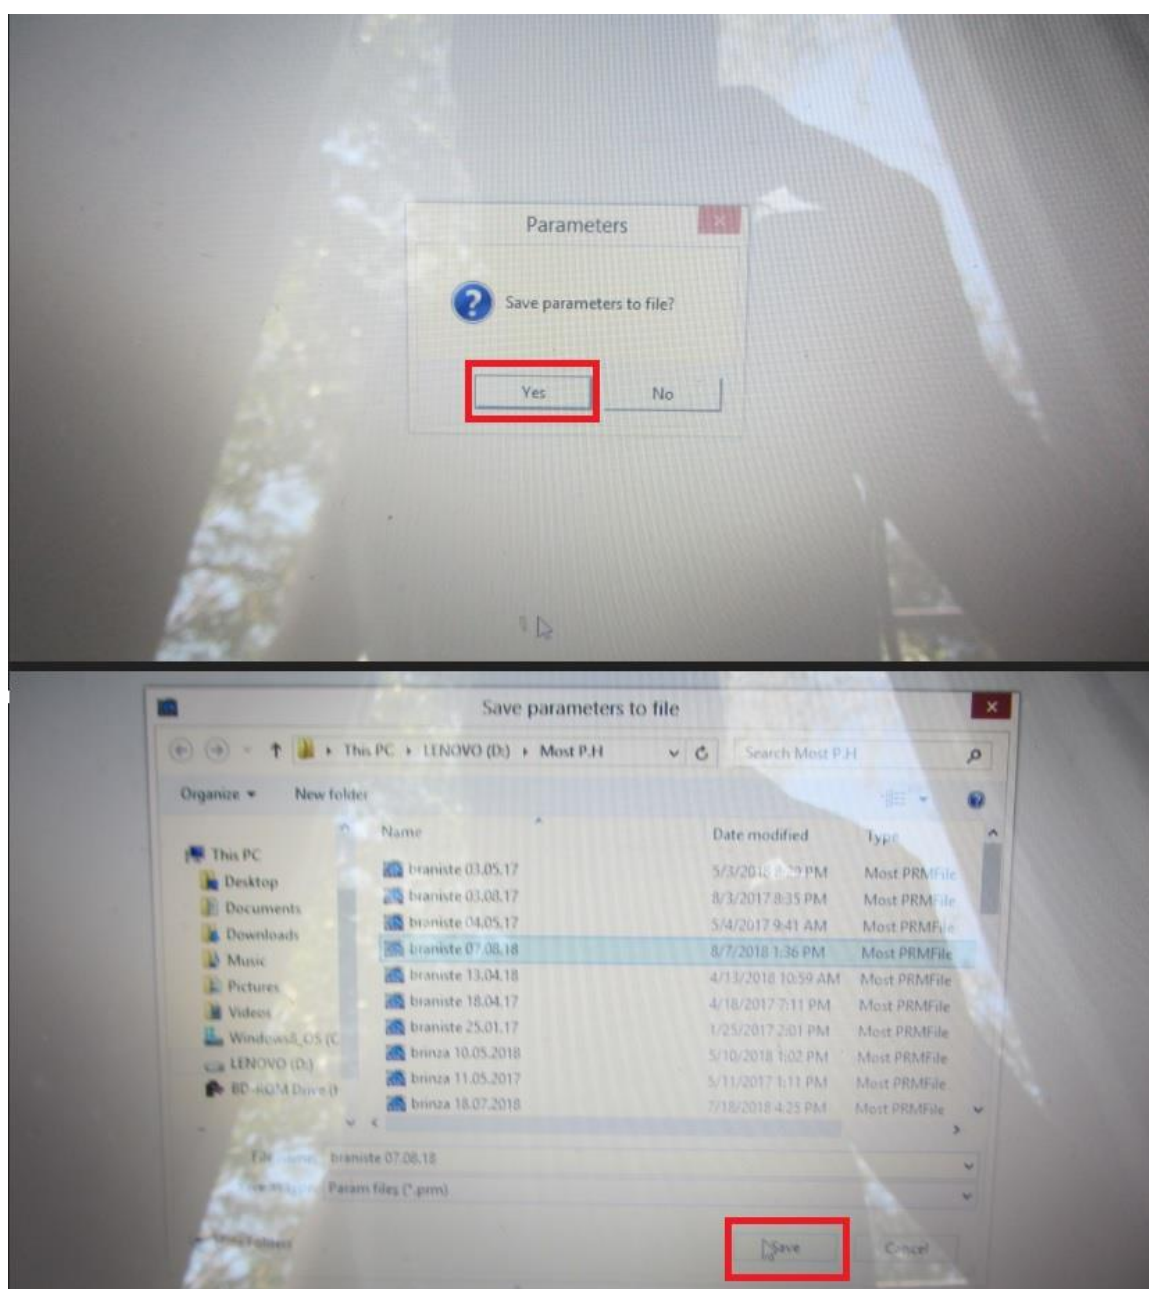

Fig. 9
- j. Apoi se afișează fereastra **Parameters**, tastăm butonul **YES pentru a salva parametri introduși recent**, apoi se deschide fereastra **Save parameters to file**, unde indicăm numele postului hidrologic și data când au fost schimbați parametri și tastăm butonul **Save** (fig. 9).